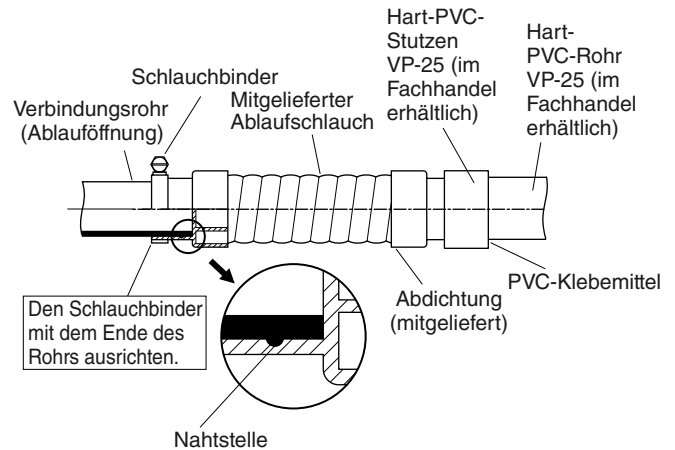

Abb. 3-37
Das PVC-Rohr muss separat gekauft werden. Das Schauglas an der Ablauföffnung gestattet die Kontrolle des Abflusses. (Abb. 3-37)
- Das Ablaufrohr bis zum Anschlag einschieben, wie in Abb. 3-37 gezeigt; danach gut mit dem Schlauchbinder befestigen.
- Die Schlauchbinder mit dem Ende des Schlauchs ausrichten. Den Schlauchbinder fest anziehen. Bitte sicherstellen, dass die Nahtstelle nicht vom Schlauchbinder abgedeckt wird. (Abb. 3-37)
Die Schlauchbinder so festziehen, dass ihre Sicherungsmuttern nach oben weisen. (Abb. 3-37)